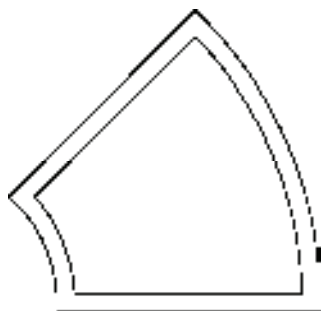

图 3-94 打开素材
1) 按〈Ctrl+O〉组合键，打开配套光盘提供的“第 3 章/3.3.5 平行生线.dwg”素材文件，结果如图 3-94 所示。